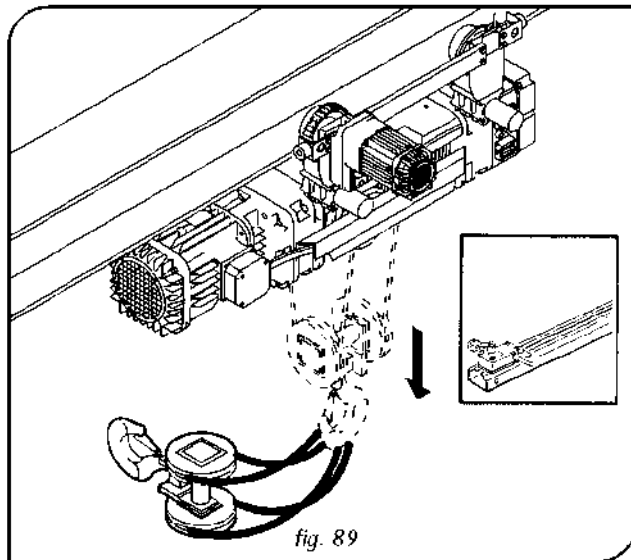

fig. 89
- Dolny wyłącznik krańcowy MUSI być wyregulowany zgodnie z ruchem jaki hak rzeczywiście może wykonać. Regulacja obniżania jest również niezbędna w celu zapobieżenia kładzenia się haka na podłodze, które może spowodować chwieianie się liny (rys. 89).